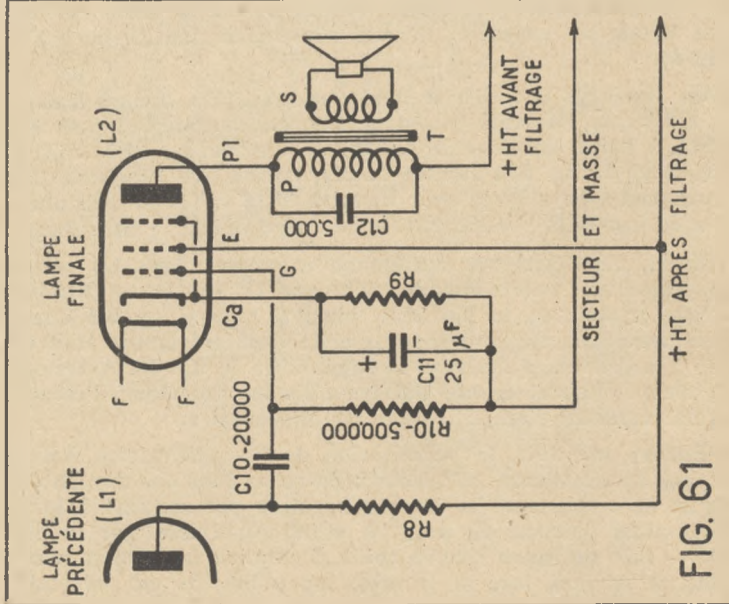
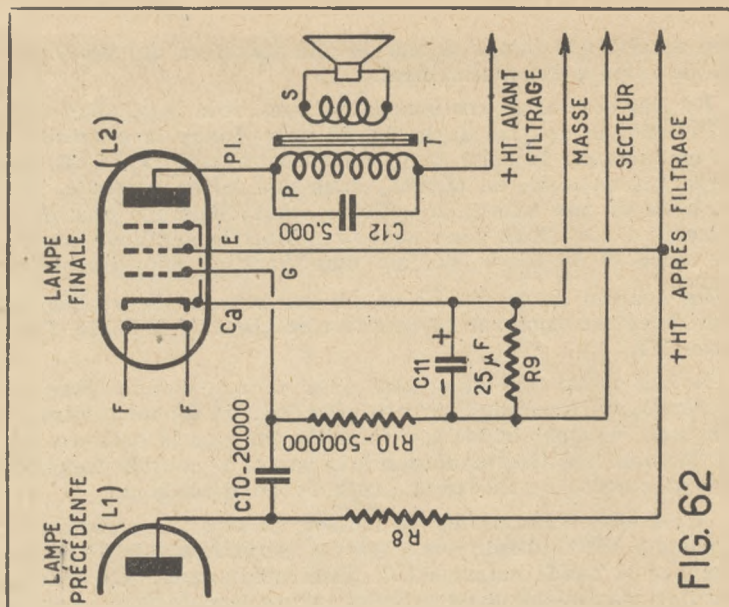
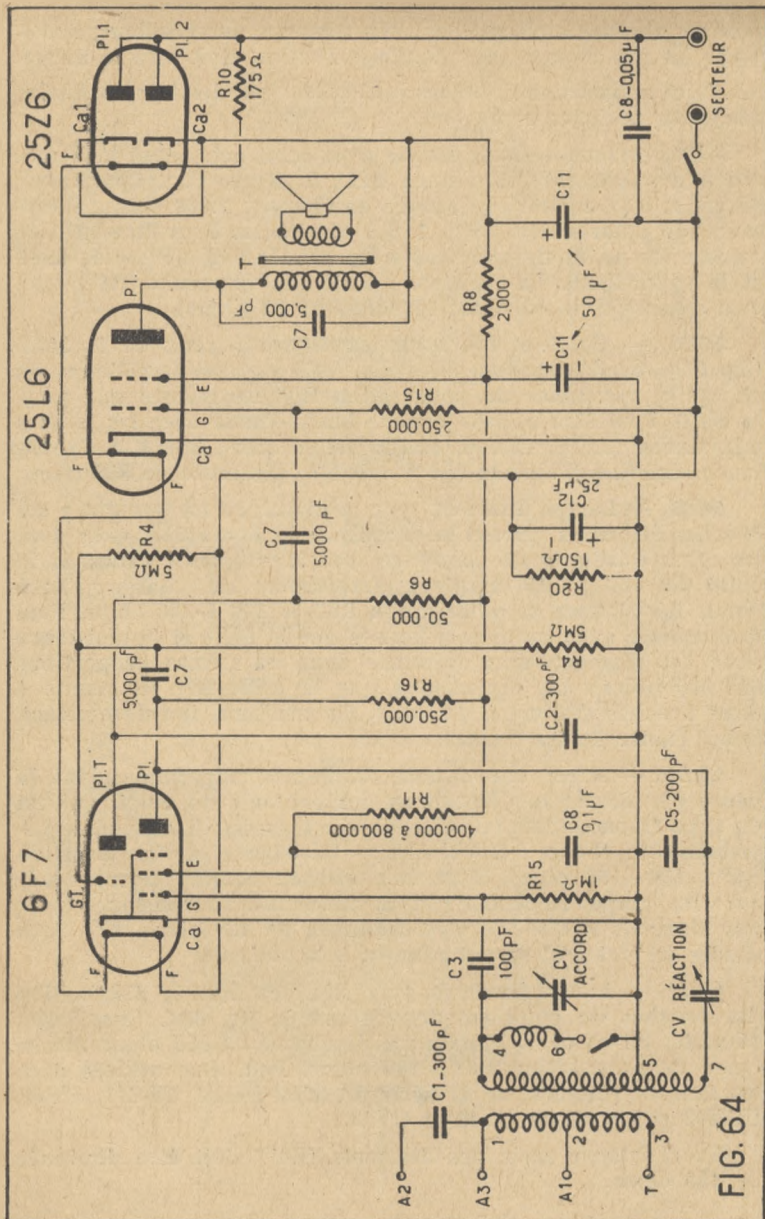

FIG. 61
FIG. 62
FIG. 64
polarisées correctement par l'un des procédés indiqués plus haut : soit par une résistance entre la cathode et le « moins » haute tension (fig. 61); soit par une résistance entre l'un des fils du secteur et la « masse » (fig. 62).
La résistance de polarisation R9", qu'elle soit intercalée entre la cathode et la masse (fig. 61), ou entre l'un des fils du secteur et la masse, dépend du type de la lampe finale. Nous l'indiquons plus bas. Dans tous les cas, cette résistance est shuntée par un condensateur électrochimique du type « polarisation » de 25 à 50 μ F, isolé à 25 — 30 volts (C11").
1. — **6F7-25L6-25Z6**. (Fig. 64). En somme, c'est l'adjonction d'une 25L6 au récepteur monolampe avec une 6F7. Rien de spécial à signaler, la polarisation de la lampe finale se faisant suivant le système de la fig. 62. La résistance série des filaments (R10" sur le schéma de la fig. 64) est de 180 ohms pour 110 volts, de 195 ohms pour 115 volts et de 210 ohms pour 120 volts.